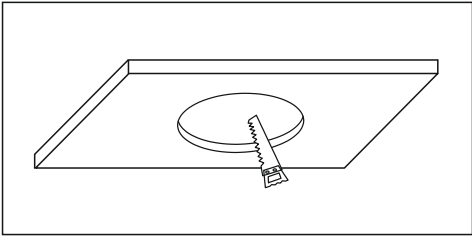

Рис. 1
- 5.10 Подготовьте отверстие в потолке требуемого диаметра, убедитесь, что оно не повлияет на другие объекты, такие как балки перекрытия, трубы и кабель (рис. 1).